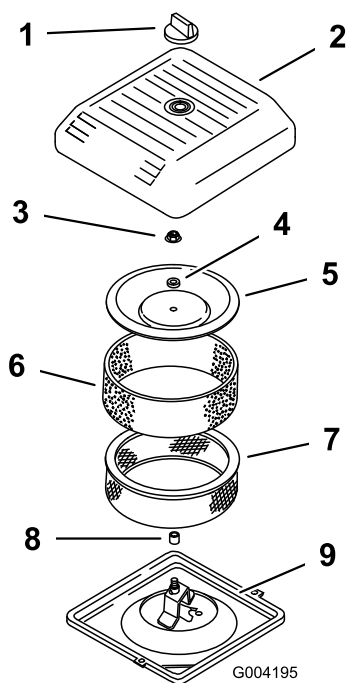

Figura 15
2. Desenrosque el pomo y retire la cubierta del limpiador de aire (Figura 15).
3. Deslice cuidadosamente el pre-filtro de gomaespuma para separarlo del elemento de papel (Figura 15).
4. Desenrosque la tuerca de la tapa y retire la tapa, el espaciador y el filtro de papel (Figura 15).
2. Coloque el conjunto del limpiador de aire sobre su base (Figura 15).
3. Instale la tapa y el espaciador y fíjelos con la tuerca de la tapa (Figura 15). Apriete la tuerca a 95 pulgadas-libra (10,7 Nm).
4. Instale la tapa del limpiador de aire y sujétela con el pomo (Figura 15).